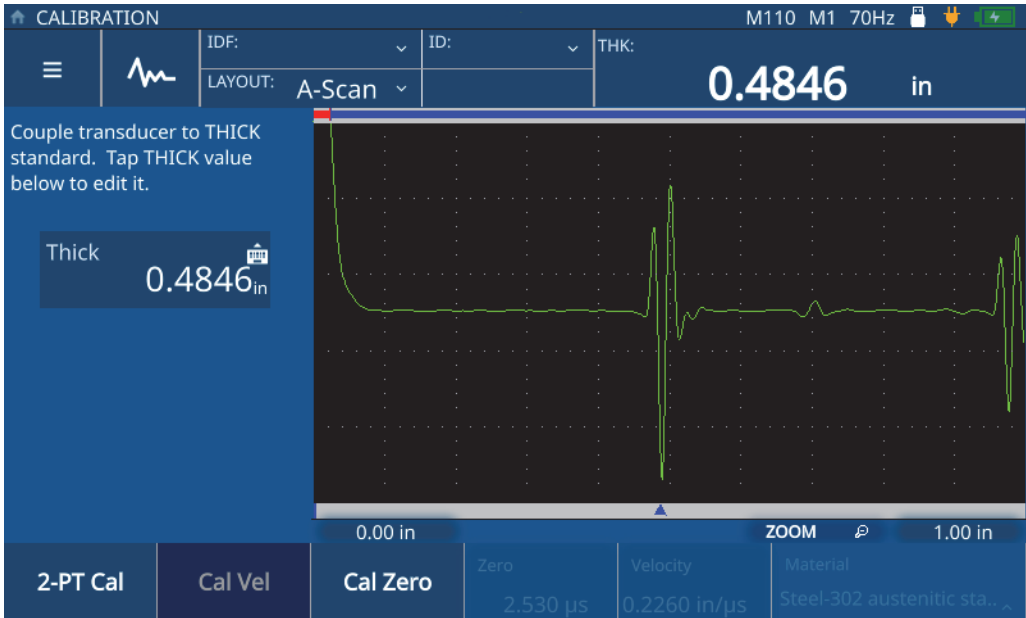

图 5-8 声速校准（2点校准）
4. 按照屏幕上的提示，将探头耦合到具有已知最大厚度的样件上进行校准（参见第49页的图 5-8）。